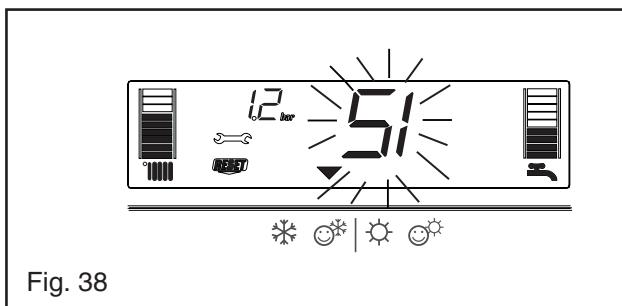

Fig. 38
3) 同时显示 **RESET** 及 **—** (Fig. 38)